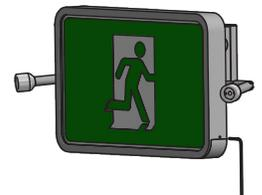

Figure 10
2. Retirer la partie du bas du cadre et glisser le pictogramme à l'extérieur (figure 10).